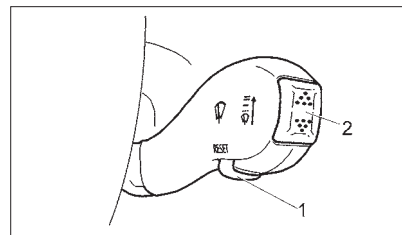

Рис. 42. Клавиши подрулевого переключателя
- кнопка **«Reset»** 1 (рис. 42);